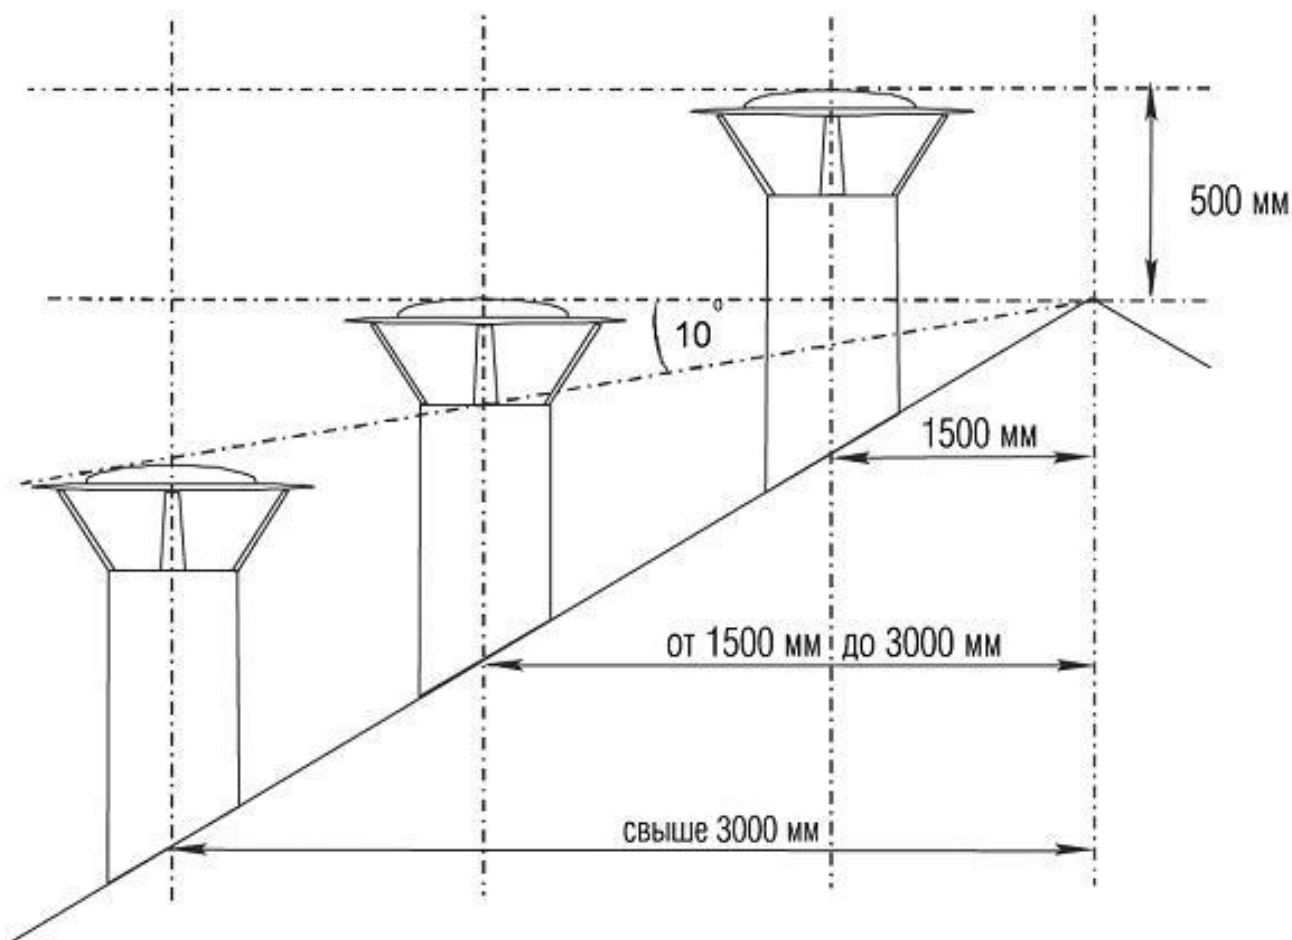

рис. 1
Возвышение дымовых труб над кровлей здания следует принимать (см. рис. 1):
- не ниже линии, проведенной от конька вниз под углом 10° к горизонту, при расположении дымовой трубы от конька на расстоянии свыше 3000 мм. Необходимо предусматривать возвышение труб на 500 мм над более высоким рядом стоящим зданием или сооружением (см. рис. 1).
Наденьте на дымоход конусообразный хомут, плотно прижмите его к разделке, затяните. В соответствии с требованиями раздела 3 и рис. 1 Настоящего Руководства, определите высоту дымохода, гарантирующую стабильность тяги. Закончите сборку, установив последний сэндвич, а на него – зонт-оголовок.